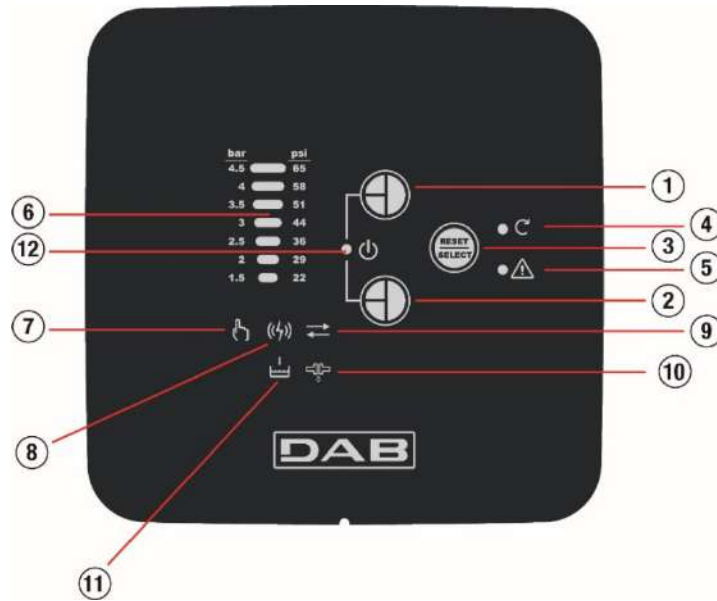

Abbildung 12: Das Paneel der Vorrichtung COM BOX
Der Anwender kann die konstante Einschaltung des Pumpenmotors einstellen. Achtung: Wie bei Pumpen ohne Elektronik wird somit jegliche Kontrolle und Schutz ausgeschlossen (Anti DRY RUN, Anti Cycling usw.) und die Pumpe kann nur mit der gleichzeitigen Betätigung der Tasten 1 und 2 gestoppt werden (siehe Abbildung 12).
Im Falle des Modells DTRON3 ist die Funktion Anticycling standardmäßig deaktiviert. Es ist möglich, sie zu befähigen, indem die Konsole COM BOX verwendet wird (siehe Funktion, Abbildung 12, 11).
DTRON3 und COM BOX, müssen für eine mögliche Kommunikation verbunden werden (siehe Abbildung 12).
Der Übergang von der **Betriebsweise Monitor** zur **Betriebsweise SETUP** wird ausgeführt, indem die Taste "-" (Abbildung 12, 1) und "Reset/Select" (Abbildung 12,3) mindestens 3 Sekunden lang betätigt wird. Der Übergang von der **Betriebsweise SETUP** zur **Betriebsweise Monitor** wird ausgeführt, indem die Taste "-" (Abbildung 12, 2) und "Reset/Select" (Abbildung 12,3) mindestens 3 Sekunden lang betätigt wird oder 1 Minute abgewartet wird, ohne jegliche Taste der Schnittstelle zu berühren. Nach dem Einschalten befindet sich die COM BOX standardmäßig in der Funktionsweise Monitor. Die Modalität SETUP wird durch das abwechselnde Blinken der LED STATUS MOTOR und ALARM angezeigt.
**Motorzustand (Abb. 12, 4)**
**Lesen der Alarme (Abb. 12, 5)**
**Funktion MANUAL MODE (Abb.12, 7)**
### Anschluss PLC (Abb. 12, 8)
Durch den gleichzeitigen Druck der Tasten „+“ und „-“ (Abb- 12, 1-2) und die Freigabe dieser erfolgt der Stopp des Motors der Pumpe, der nicht erneut startet, bevor ein neuer gleichzeitiger Druck der Tasten "+" und "-" erfolgt (Abb. 12, 1-2) und Freigabe dieser. Diese Untersagung hat auch Vorrang hinsichtlich einer eventuellen Einschaltung des Motors im der "MANUELLEN" Betriebsweise. Die Sperre der Pumpe endet, wenn DTRON3 und COM BOX nicht verbunden sind. Das Wiedereinschalten der DTRON3 oder die nicht erfolgte Verbindung zwischen COM BOX und DTRON3 hat keine Auswirkung auf die Einstellung der Untersagung.
Die Rückstellung der Alarme kann von Hand über die Taste „Reset/Select“ ausgeführt werden (Abbildung 12, 3).
Mit der Taste „Reset/Select“ (Abbildung 12, 3) kann man über die folgenden Einstellungen fortschreiten.
Mit dieser Funktion ist es möglich, den Wert des CUT-IN der Pumpe zu ändern. Dieser Wert ist mittels der Tasten „+“ und „-“ (Abb. 12, 1-2) erhöh- und senkbar und kann die Werte annehmen, die in der barometrischen Skala über Blinken dargestellt sind.
In dieser Einstellung wird mit der Taste „+“ (Abb. 12, 1) das Einschalten des Pumpenmotors hervorgerufen.
Die Taste „-“ (Abb. 12, 2) stellt die normalen Funktionsbedingungen wieder her.
In dieser Einstellung geht die COM BOX durch 5 Sekunden langes Drücken der Taste „+“ (Abb. 12, 1) vorübergehend in den Verbindungszustand PLC über das Stromnetz.
Die 5 Sekunden lang gedrückte Taste „-“ (Abb. 12, 2) beseitigt die eventuelle Verbindung mit DTRON3.
In dieser Einstellung wird mit der Taste „+“ (Abb. 12, 1) die Funktion ANTICYCLING aktiviert, wie zuvor beschrieben.
Die Taste „-“ (Abb. 12, 2) deaktiviert dagegen diese Funktion.